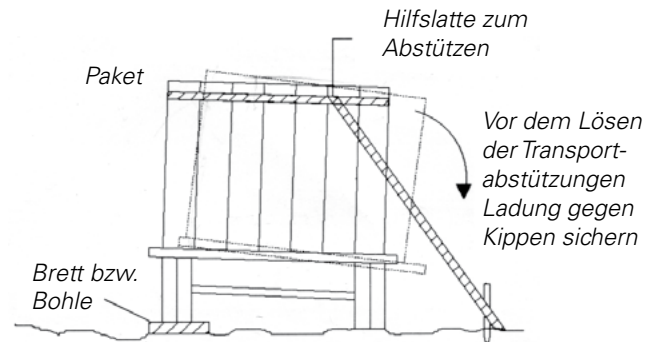

Bild 1 LKW beim Entladen in Fahrzeugquerrichtung ganz leicht geneigt in Absprießrichtung stellen, hierzu eventuell mit dem Rad auf Brett oder Bohle fahren
- Binder wegen späterer Einzelentnahme ausreichend schräg stellen (analog Bild 1)